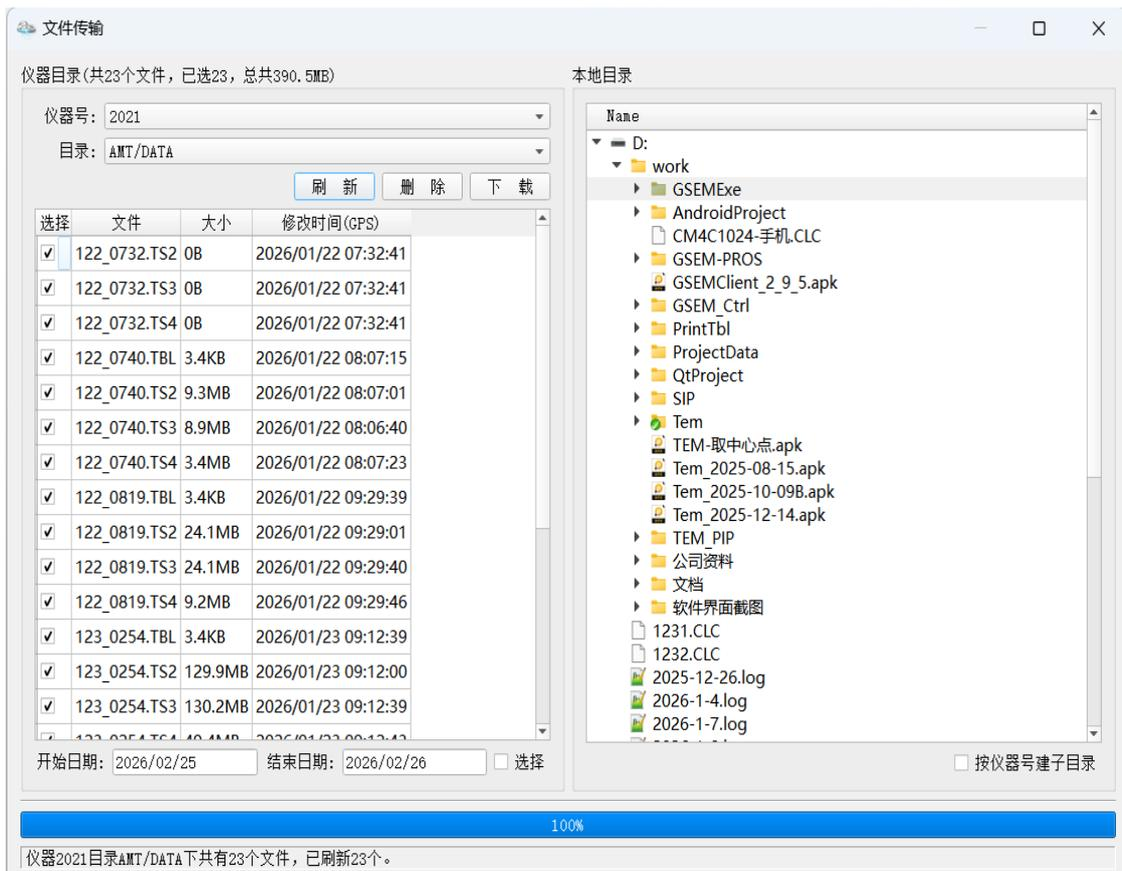

图 3-1. 文件下载的操作主页面
- 1 在主页面中单击“下载数据”进入文件传输页面，如图 3-1 所示。